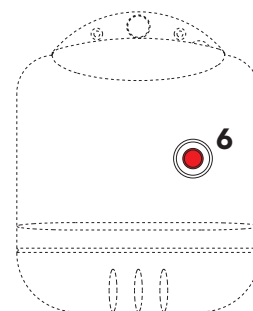

fig. 1
Voor korte periodes van stilstand volstaat het de schakelaar **5** (fig. 1) op het bedieningspaneel in de stand "0" te zetten.
- a De branderblok aangeduid door het controlelampje 6 (fig. 1). De handleiding van de brander raadplegen.